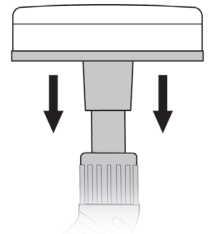

FIGURA 7
1. Coloque la Herramienta de Fregar encima de la punta de la Boquilla de Chorro y presiónela firmemente hacia la Boquilla de Chorro tanto como sea posible (FIGURA 7). Esto ayudará a eliminar las fugas de vapor.